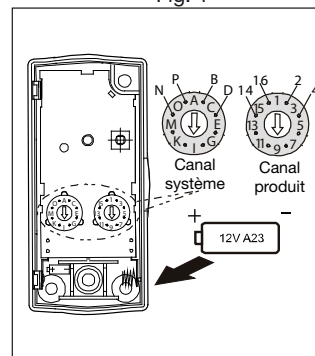

Fig. 2
2. Régler le canal sélectionné à l'aide d'un tournevis. Fig. 2.